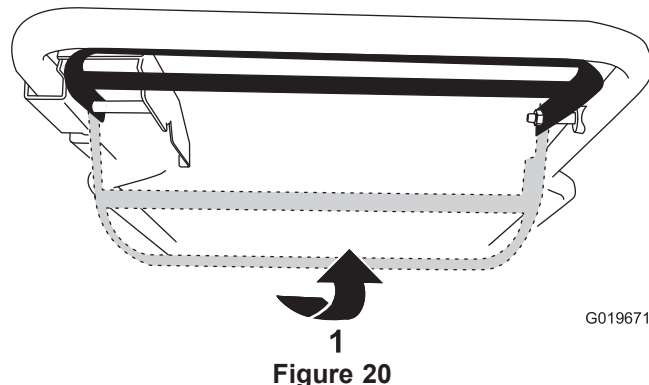

Figure 20
- Pour utiliser l'autopropulsion sans engager les lames, relevez la barre de commande contre le guidon (Figure 20).
- Pour utiliser l'autopropulsion et engager les lames, poussez la barre de commande complètement à droite et relevez-la contre le guidon (Figure 20).